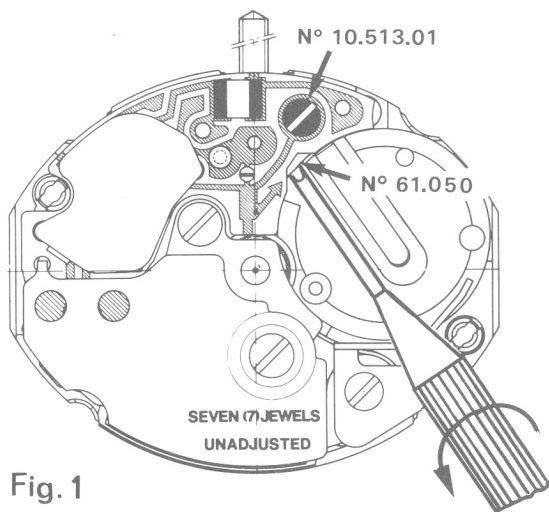

Fig. 1
- Dévisser la vis (noircie) N° 10.513.01 de 1 1/2 à 2 tours maximum (Fig. 1).
- Introduire un tournevis de Ø 1,0 mm (important) sous le ressort de tige N° 61.050, dans le dégagement de la noyure de pile (Fig. 1 et 2).
- Die (geschwärzte) Schraube Nr 10.513.01 um höchstens 1 1/2 bis 2 Umdrehungen lösen (Abb. 1).
- Einen Schraubenzieher mit Ø 1,0 mm (wichtig) unter die Feder für Welle Nr. 61.050, in die Abdeckung der Batterieausfräsung einführen (Abb. 1 und 2).
- Loosen the (blackened) screw N° 10.513.01 by 1 1/2 to 2 revolutions max. (Fig. 1).
- Introduce a screwdriver of Ø 1,0 mm (important) under the stem spring N° 61.050, into the countersink of the battery recess (Fig. 1 and 2).